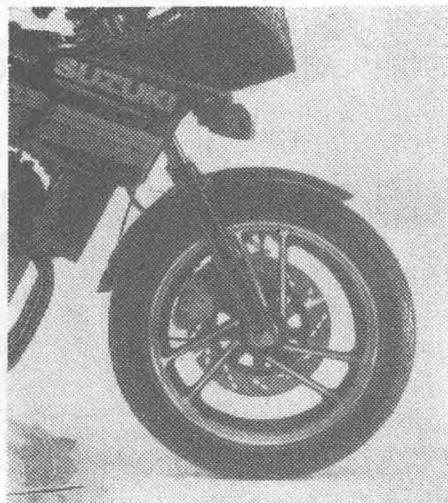

图33 铃木
⑩ 压铸轮圈车轮使用铝合金材料，将轮辋、轮辐和轮毂压铸成为一体而成。还有一种是组合轮圈车轮，它是用铝合金或钢轮辐取代辐条，铆接而成。组合式车轮缓冲效果较压铸式车轮为好。使用过程中应经常检查轮辋有无变形(图33)。